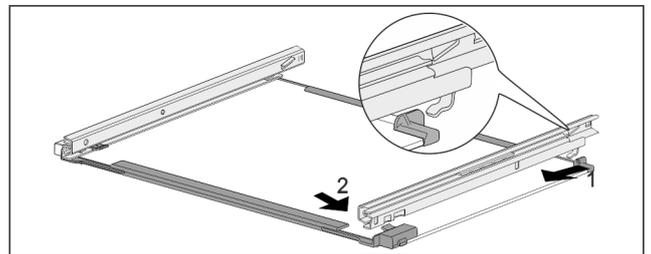

Fig. 134 Placa de cristal con rieles
- ▶ Enganche el riel en la parte posterior. Fig. 134 (1)
- ▶ Enganche el riel en la parte delantera. Fig. 134 (2)